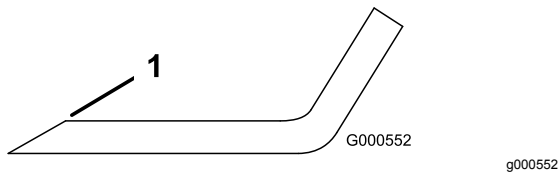

Figura 100
1. Utilice una lima para afilar el filo de corte en ambos extremos de la cuchilla (**Figura 100**).
Nota: Si la cuchilla no está equilibrada, rebaje algo el metal en la parte de la vela solamente con una lima (**Figura 100**).